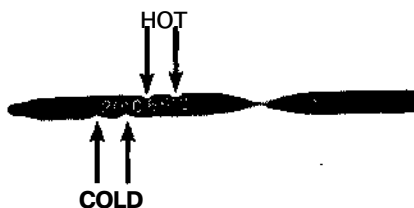

Рис. 18.6. Вытащите щуп и определите уровень жидкости
- 6 Вытащите щуп и посмотрите уровень жидкости [см. рис. 18.6]. При холодной трансмиссии он должен быть в пределах между метками "20°C", а при горячей - между метками "65°C". "Холодные" метки следует использовать только в качестве грубой оценки уровня: если при холодной трансмиссии уровень жидкости находится на нижней метке, это лишь сигнал к тому, чтобы перепроверить уровень на горячей трансмиссии. Если уровень находится на нижней метке "горячей" шкалы - долейте жидкость. Жидкость доливают через трубку щупа с помощью воронки.